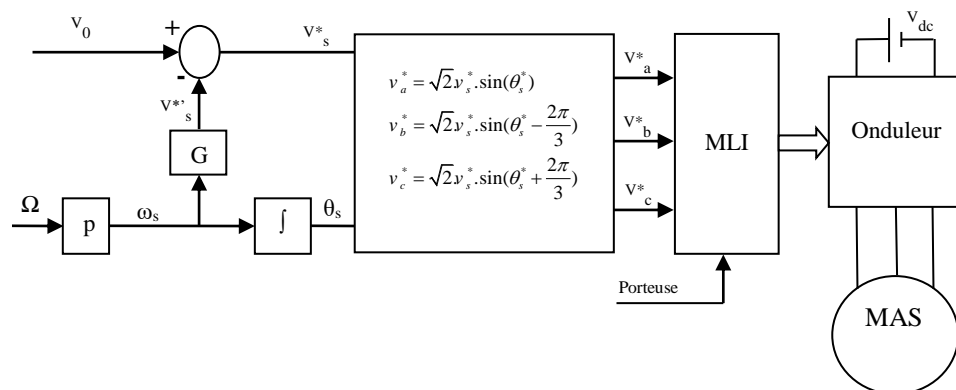

Fig.1. Commande scalaire en boucle ouverte.
3. Réaliser un bloc de la commande scalaire en boucle ouverte, en se basant sur le schéma de la fig.1. Prendre un gain $G=1/300$, et $V_0= 0.01$ V.